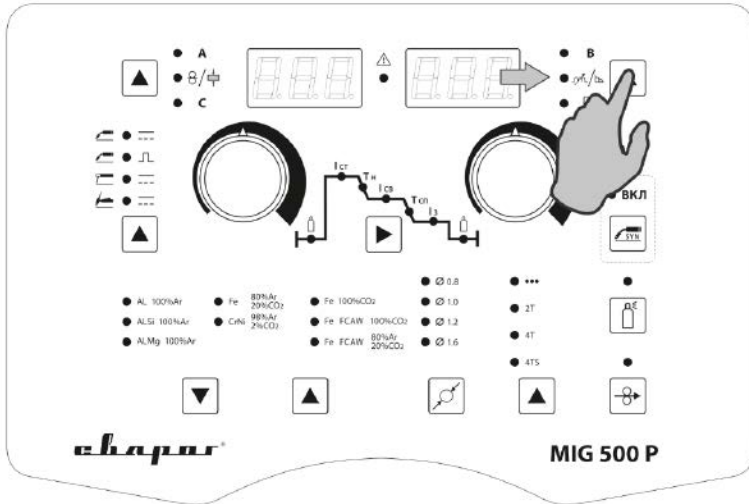

Рис. 10.1.4. Регулятор Arc Force.
4. Установите значение Arc Force (см. рис. 10.1.4).